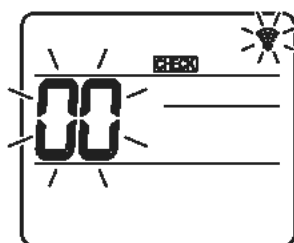
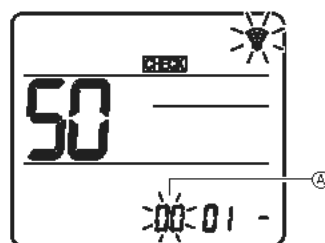
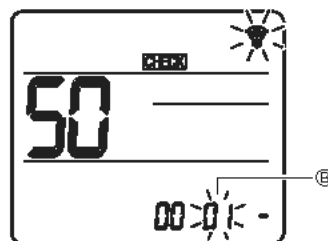
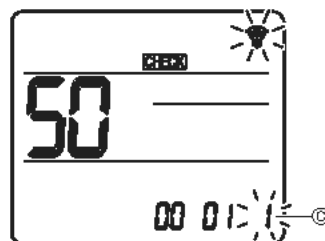

Fig. 7-16
Fig. 7-17
Fig. 7-18
Fig. 7-19
7.4.2. С помощью беспроводного пульта дистанционного управления (Fig. 7-16, Fig. 7-17, Fig. 7-18, Fig. 7-19)
① Переход в режим выбора функции
Нажмите и удерживайте кнопку [] не более 5 секунд. (Начните эту операцию с выключенного дисплея дистанционного пульта управления.) Загорится [CHECK] (ПРОВЕРКА), будет мигать "00". (Fig. 7-16)
Для установки номера блока пользуйтесь кнопками [] и []. (Fig. 7-17)
Для установки номера режима пользуйтесь кнопками [] и []. (Fig. 7-18)
Для смены номера настройки пользуйтесь кнопками [] и []. (Fig. 7-19)